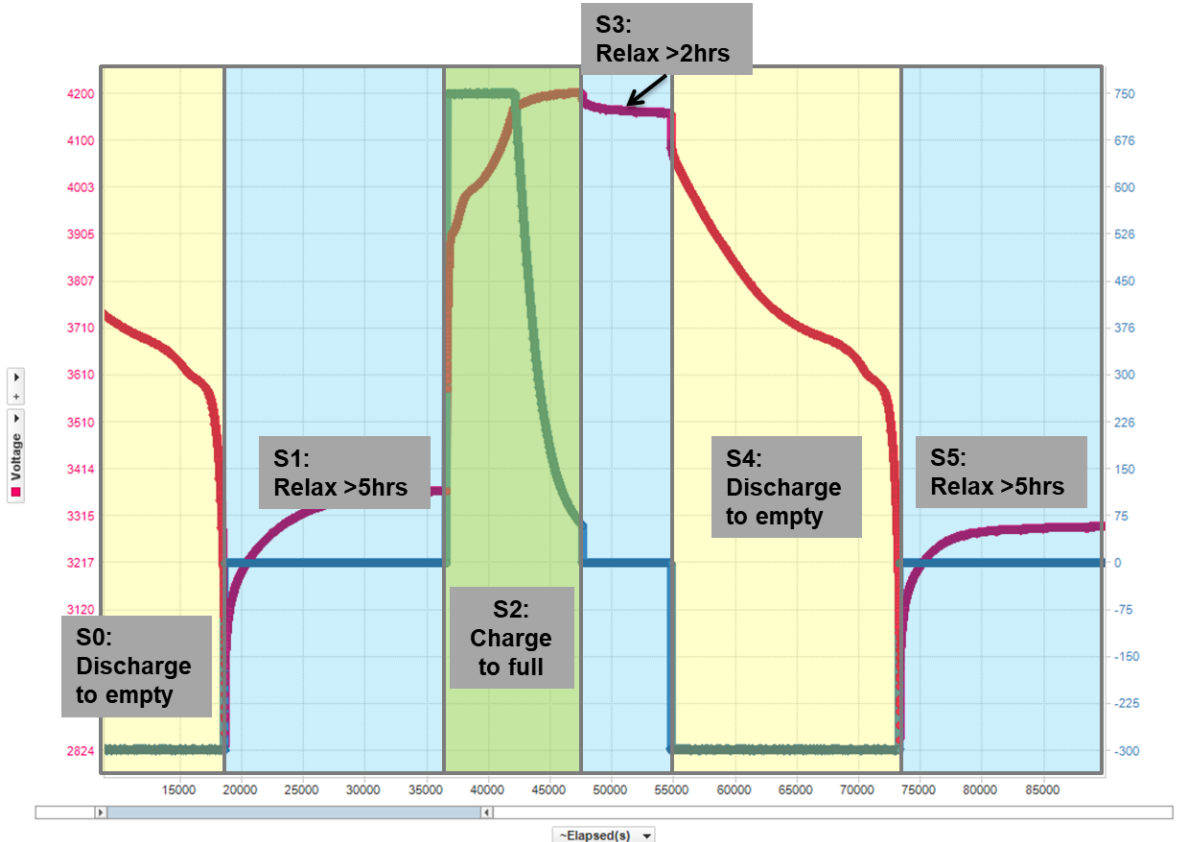

Figure 2. Golden Learning 步骤
(5)把电池放空（放到 3V 以下），然后静置 5 个小时以上。如图 2 的 S0 和 S1 步骤。
(1)对放空静置稳定的电池(图 2 的 S1)发送 Gauge_Enable(又称 IT_Enable)命令(0x0021)开启阻抗跟踪算法(BQ274xx 等跳过该步骤)。这时 Qmax, Ra table 学习更新才正式开始。
(2)把电池充饱，确保有效的满充截止条件(FLAGS[FC]要置位)，如图 2 的 S2。
(3)静置 2 小时，如图 2 的 S3。
(4)把电池以 0.2C 电流放空到截止电压，如图 2 的 S4。
(5)静置 5 小时，如图 2 的 S5。